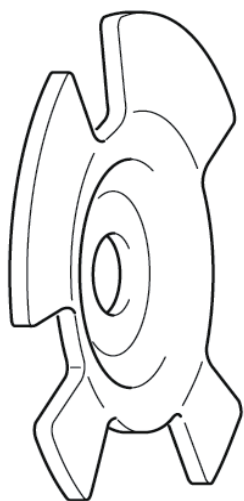

Fig. 3: Rueda de transmisión arqueada
**Engranajes de chapa de acero estampada:** La rueda de transmisión tiene una forma arqueada (fig. 3). Por tanto, ya no es necesario utilizar un disco distanciador.